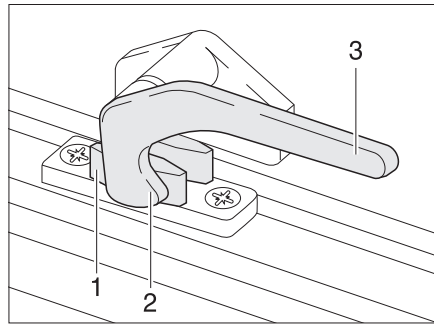

Bild 77 Verriegelungshebel in Stellung "geschlossen"
- Den Verriegelungshebel (Bild 77,3) eine viertel Umdrehung zur Fenstermitte hin drehen.
- Den Verriegelungshebel (Bild 77,3) eine viertel Umdrehung zum Fensterrahmen hin drehen. Die Verriegelungsnase (Bild 77,2) liegt auf der Innenseite der Fensterverriegelung (Bild 77,1).
- in Stellung "fest verschlossen" (Bild 77).